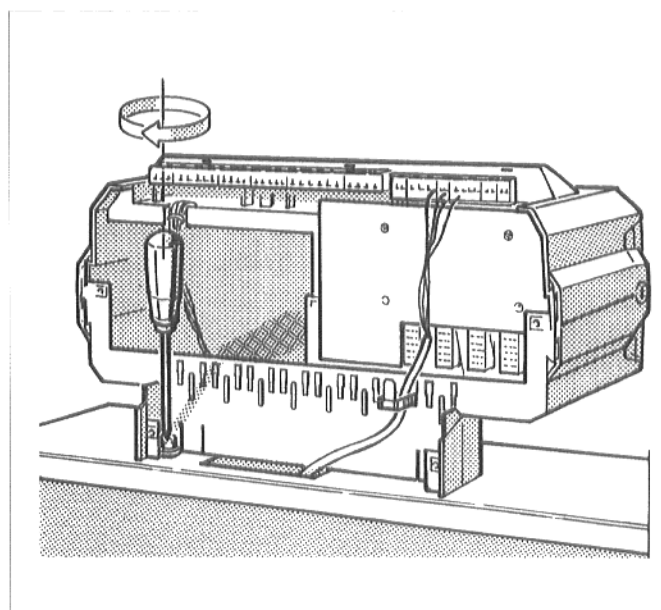

Fig. 10
- Fixer l'appareil de régulation, par les équerres arrière du passage des câbles, au capot de la chaudière au moyen de deux vis (fig. 10).